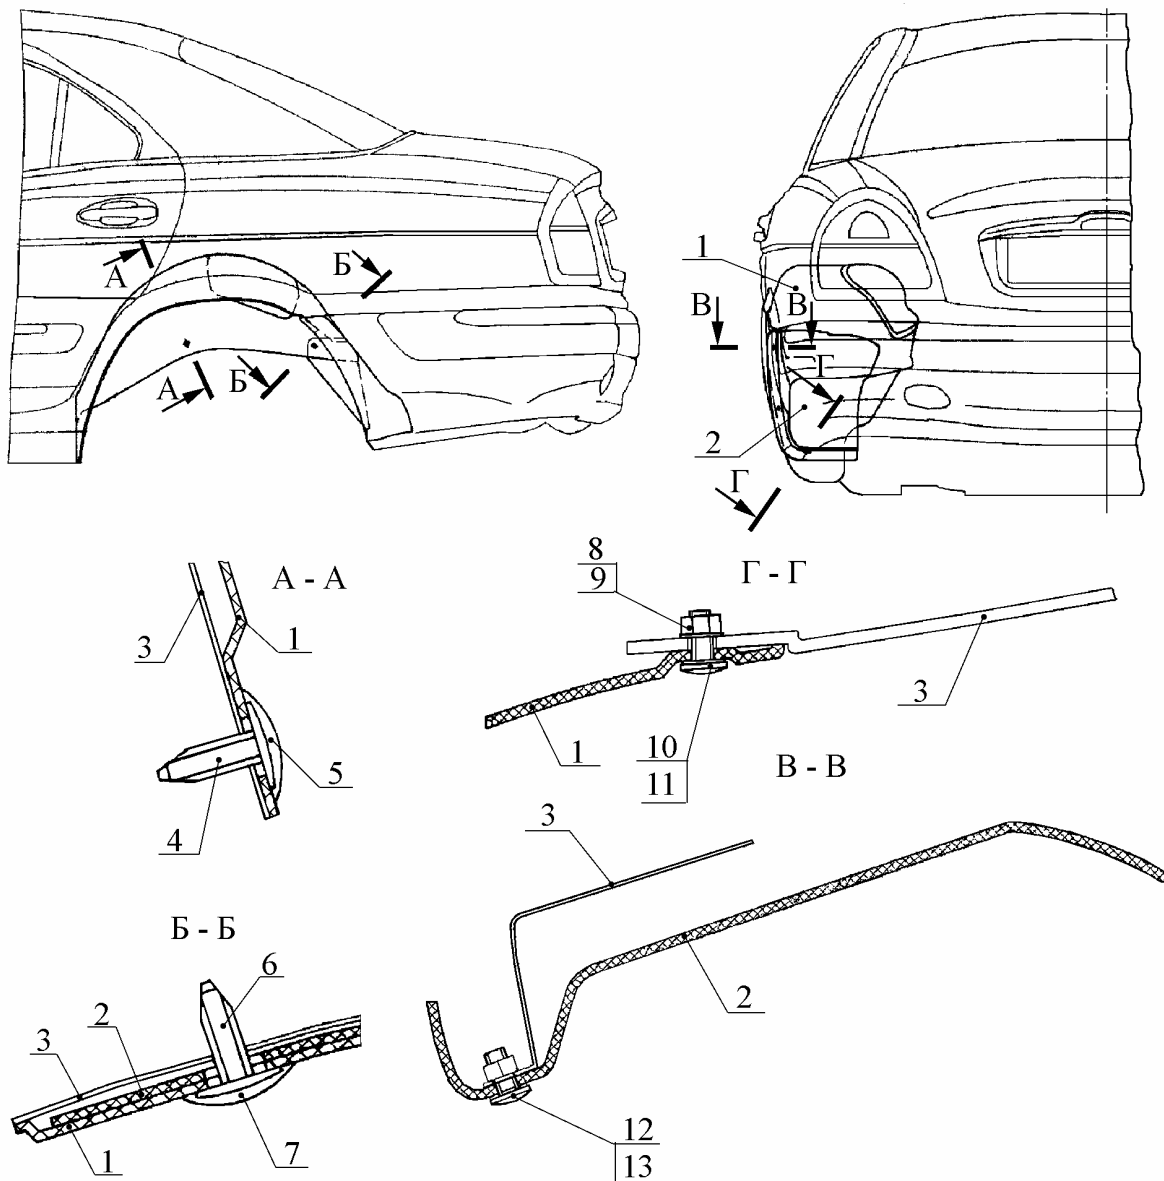

Рис. 24. Снятие деталей заднего крыла:
4.19. Снять детали заднего крыла (рис. 24).